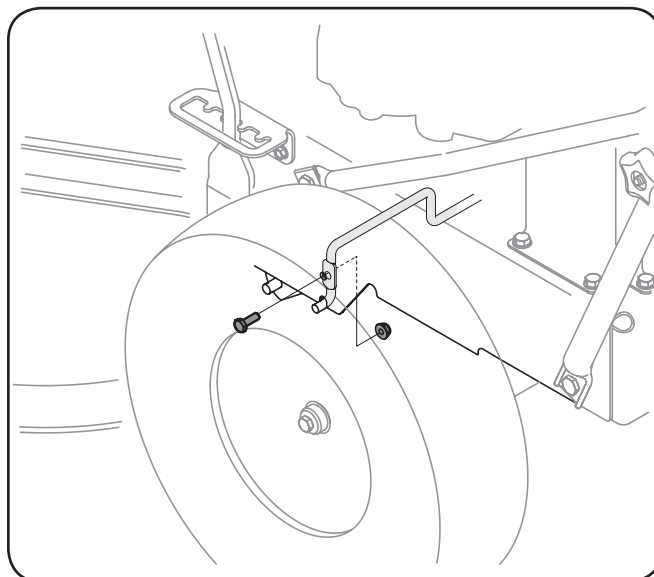

Figure 7-2
5. Retirez le boulon et l'écrou à bride qui retiennent la tige de retenue de la courroie au côté gauche du châssis de la tondeuse. Voir Figure 7-2.
3. Retirez la tige de retenue de la courroie comme indiqué précédemment dans cette section. Voir Figure 7-2.